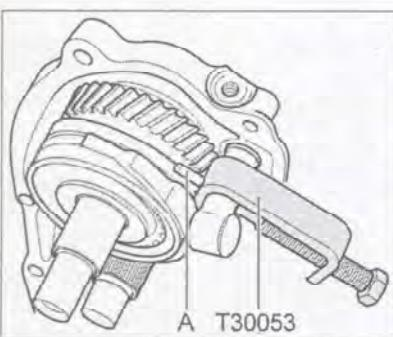

Рис. 7.198. Вытолкните штифт (A) вилки включения 5-й/6-й передач.
20. Вытолкните штифт (A) вилки включения 5-й/6-й передач (рис. 7.198).